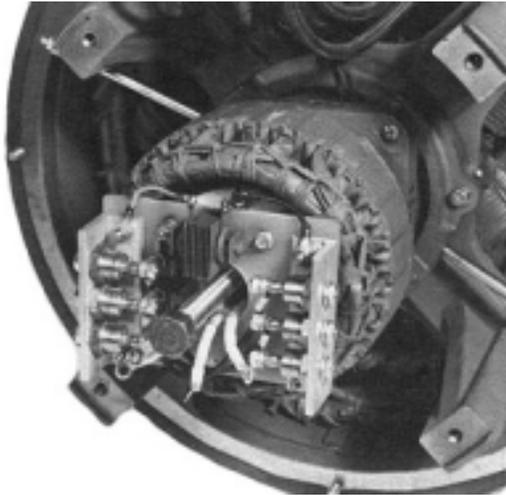

Figure 6-12
3. Utiliser une vis de 6 pouces, 3/4-16 NF pour pousser. (Voir section 9) Le trou que la vis trav est fileté. Visser et la vis va venir en appuie sur le bout de l'arbre. (Figure 6-12).